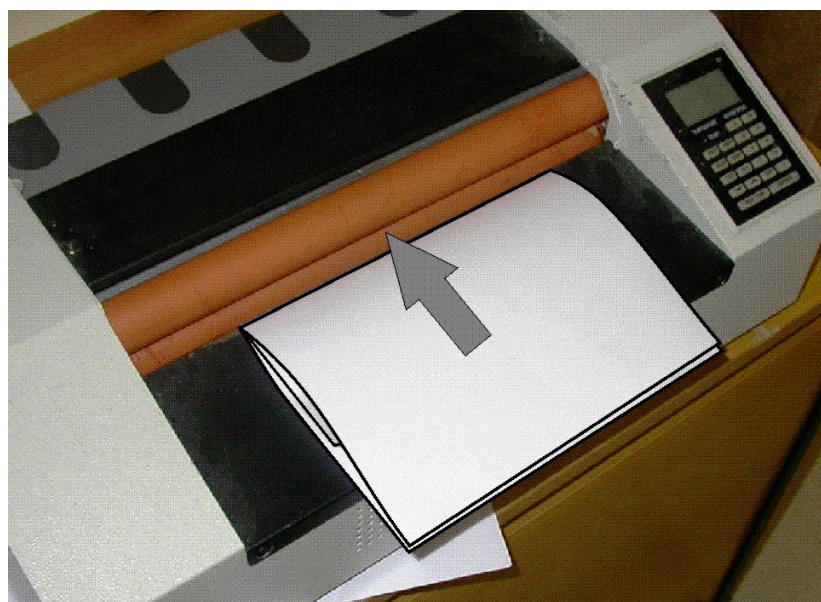

Рис. 4. Подача конверта в ламинатор
- 1.1.7. Подать бумажный конверт с вложенным в него ламинационным пакетом сварным швом вперед (рис. 4).